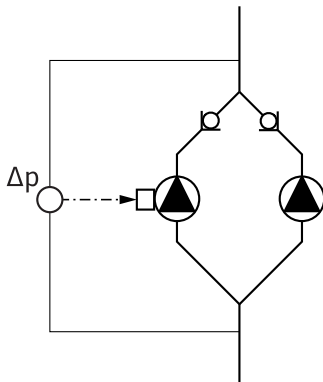

Fig. 18: Beispiel, Anschluss Differenzdruckgeber
- Im Beispiel in Fig. 18 ist die Masterpumpe die in Fließrichtung linke Pumpe. An dieser Pumpe den Differenzdruckgeber anschließen.
- Die Messpunkte des Differenzdruckgebers der Masterpumpe müssen im jeweiligen Sammelrohr auf der Saug- und Druckseite der Doppelpumpenanlage liegen (Fig. 18).